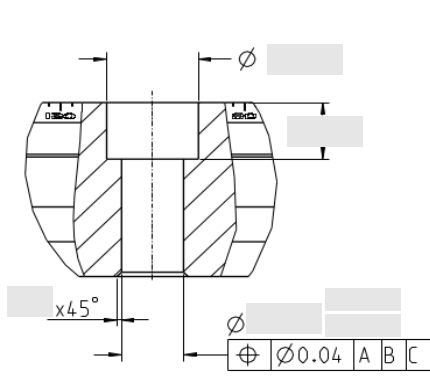

Abbildung 2 - Bohrung Typ A
- Bohrung Typ A – Abmessungen in Abbildung 2 eintragen, Toleranzen mit Vorzeichen